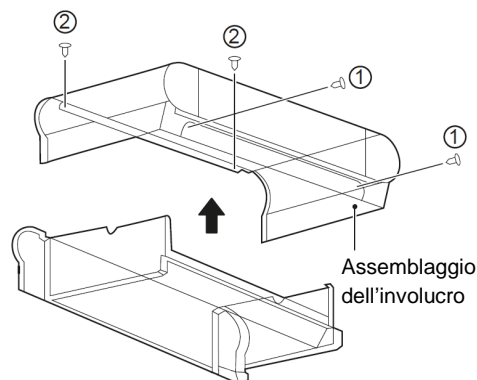

Figura 5-17 Rimozione dell'involucro
Come mostrato nella Figura 5-17, rimuovere le viti ①\*2 e ②\*2 e quindi l'involucro.